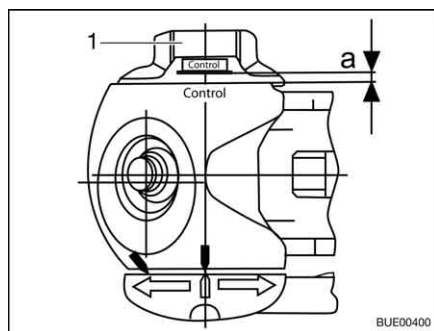

Fig. 188 Controllo usura
- Ruotare completamente la manovella (Fig. 188,1) finché non si sente la limitazione delle coppia grattare in modo percepibile. Direzione di rotazione: In senso orario.
- Distanza  $a > 0$  (Fig. 188): Usura all'interno del settore amnesso.